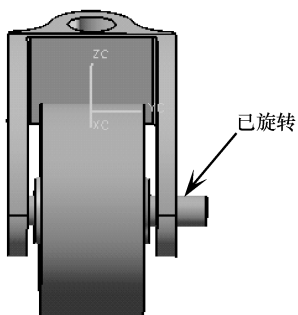

图 7-18 旋转组件3
- 16 在【绕轴的角度】选项区中输入角度值为90，然后按下【Enter】键以确认，第3组件自动旋转90°，如图7-18所示。